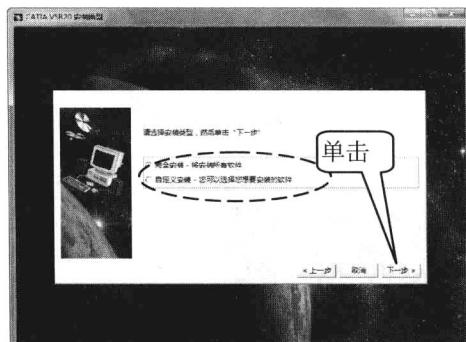

图 1-7
5. 单击“选择环境位置”对话框中的**下一步>**按钮，弹出“安装类型”对话框，如图 1-7 所示。